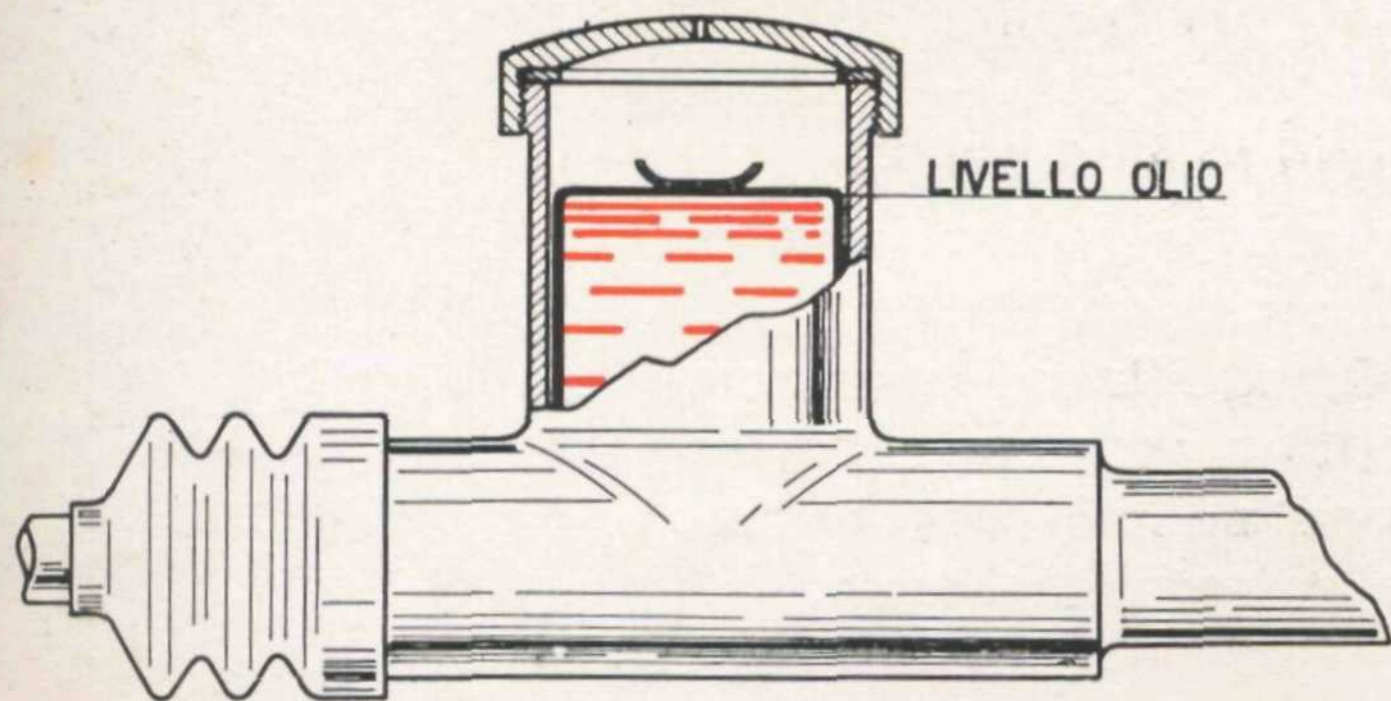

Fig. 17 - Livello olio nella scatola comando freno
<p>AGGIUNTA DI OLIO NELLA POMPA DEL FRENO IDRAULICO</p>	<ul style="list-style-type: none"> — Svitare il tappo della pompa, immettere l'olio necessario a raggiungere il limite superiore del bicchierino contenitore (fig. 17). La pompa contiene in totale circa 150 g. di olio.
4) - Ripristinare il livello olio nella scatola del freno idraulico (fig. 17, pag. 24).